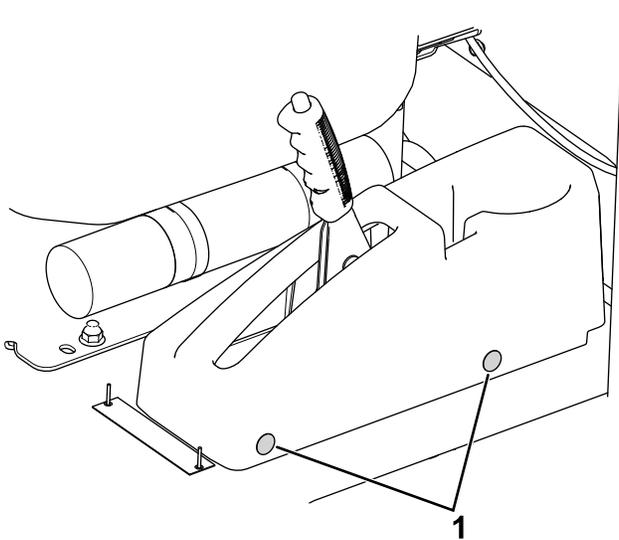

Figura 13
1. Rimuovete i fermi a pressione che fissano il coprifreno al pavimento (**Figura 13**).
9. Con i 2 fermi a pressione rimossi in precedenza montate il coprifreno (Figura 13).